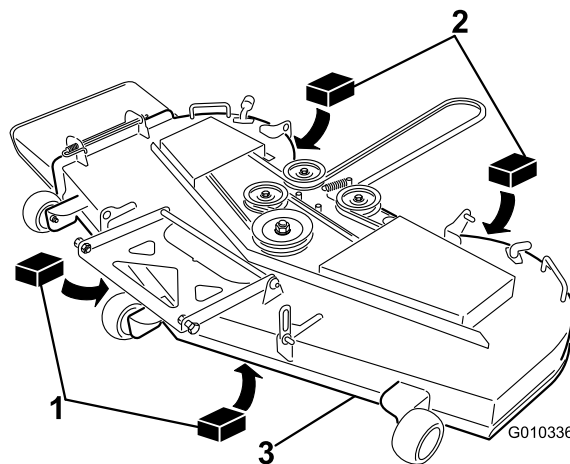

**Figure 59**
3. Faites pivoter les lames avec précaution pour faire passer les pointes avant à l'arrière (Figure 59).
4. Mesurez la distance entre la pointe de la lame avant et la pointe de la lame arrière par rapport à la surface plane (Figure 59). Si la pointe avant de la lame n'est pas de 1,6 à 7,9 mm (1/16 à 5/16 po) plus basse que la pointe arrière, poursuivez la procédure de mise à niveau du tablier de coupe.